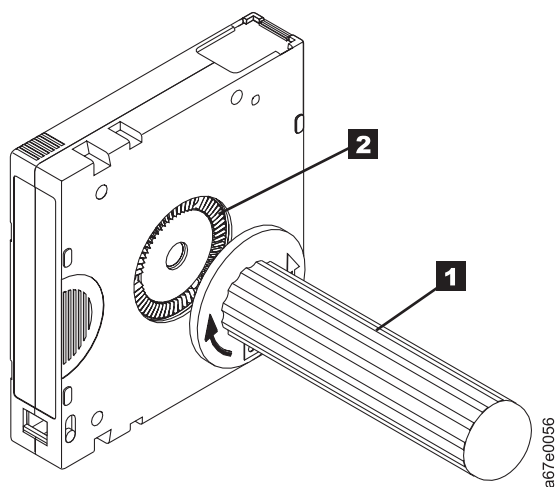

Рисунок 8-10. Перемотка ленты в кассете
5. Перемотайте магнитную ленту. Для этого вставьте штифт для перемотки вручную (**1** в рис. 8-10) во втулку кассеты (**2** в рис. 8-10) и поворачивайте по часовой стрелке, пока лента не будет туго натянута.